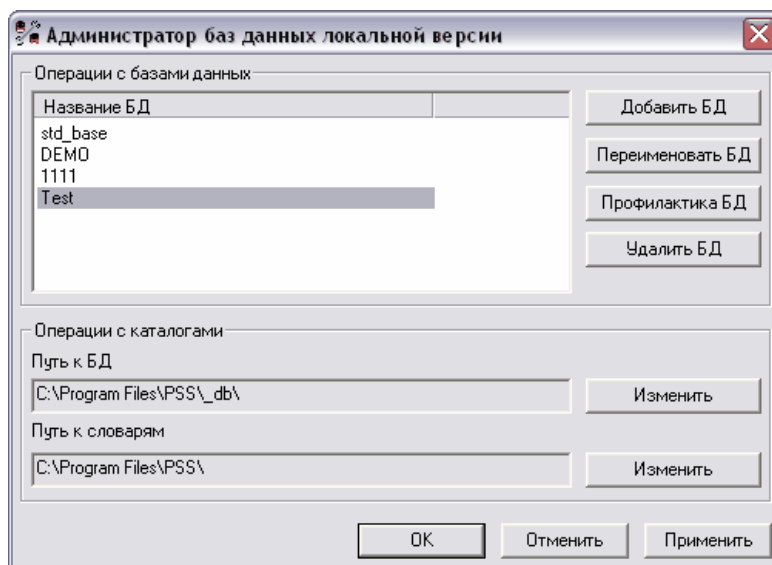
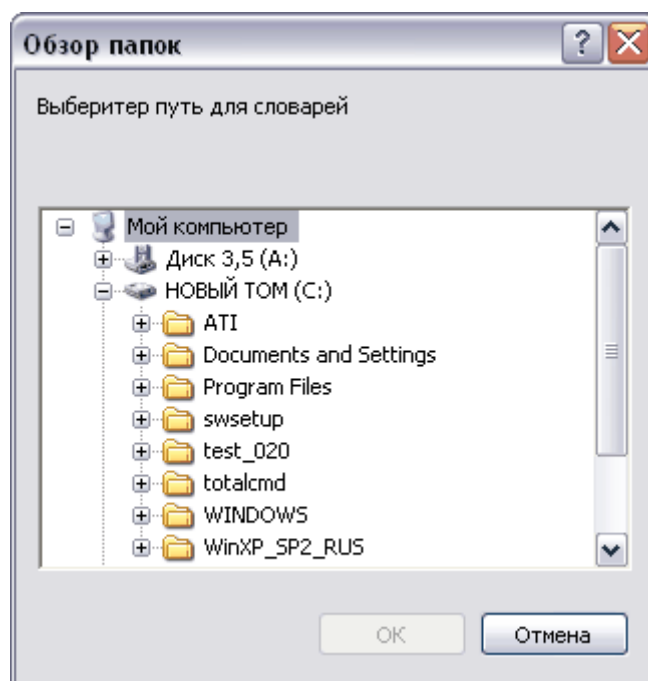

Рис. 6.
Рис. 10. Изменение пути к словарю
5. Нажмите на кнопку **Ок**. Созданная база появится в списке БД (Рис. 6). Если БД создавалась на основе файла, то файлы БД источника будут скопированы в папку с локальными базами данных.
Для изменения пути нажмите на кнопку **Изменить**, находящуюся справа от поля отображения путей (Рис. 6). При этом появится окно изменения пути (Рис. 10).